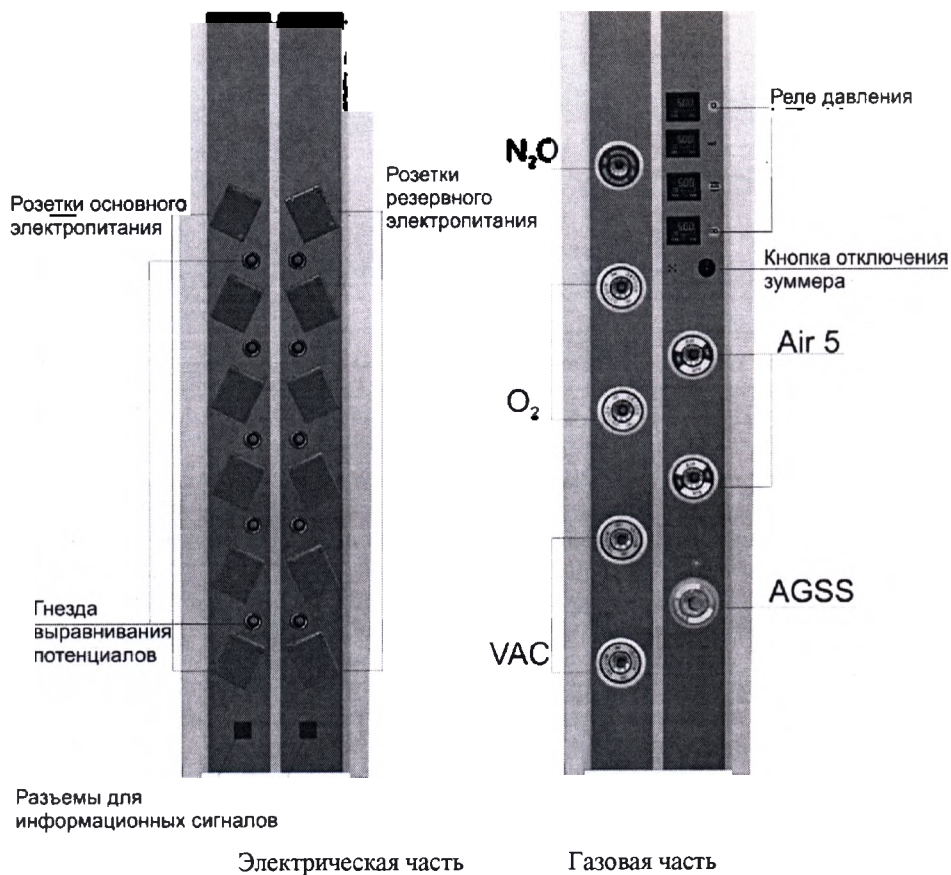

Рис. 5 Расположение клапанов медгазов быстрого подключения и розеток электропитания
- 6.4. Приборная колонна консоли. К корпусу подшипника поворотного плеча крепится приборная колонна консоли, на которой расположены клапаны медицинских газов, электророзетки, клеммы выравнивания потенциалов. К колонне также крепятся приборные полки с рельсовыми держателями для навесных приборов. В свою очередь приборная колонна имеет возможность поворота вокруг своей оси в пределах 330° со стопорным ограничением поворота и фрикционным тормозом. Расположение клапанов медицинских газов, розеток электропитания и гнезд выравнивания потенциалов приведено на Рис. 5. Розетки основного электропитания имеют зеленые защитные крышки, резервного – красные. Верхние розетки каждой группы имеют световые индикаторы, сигнализирующие о присутствии напряжения питания.